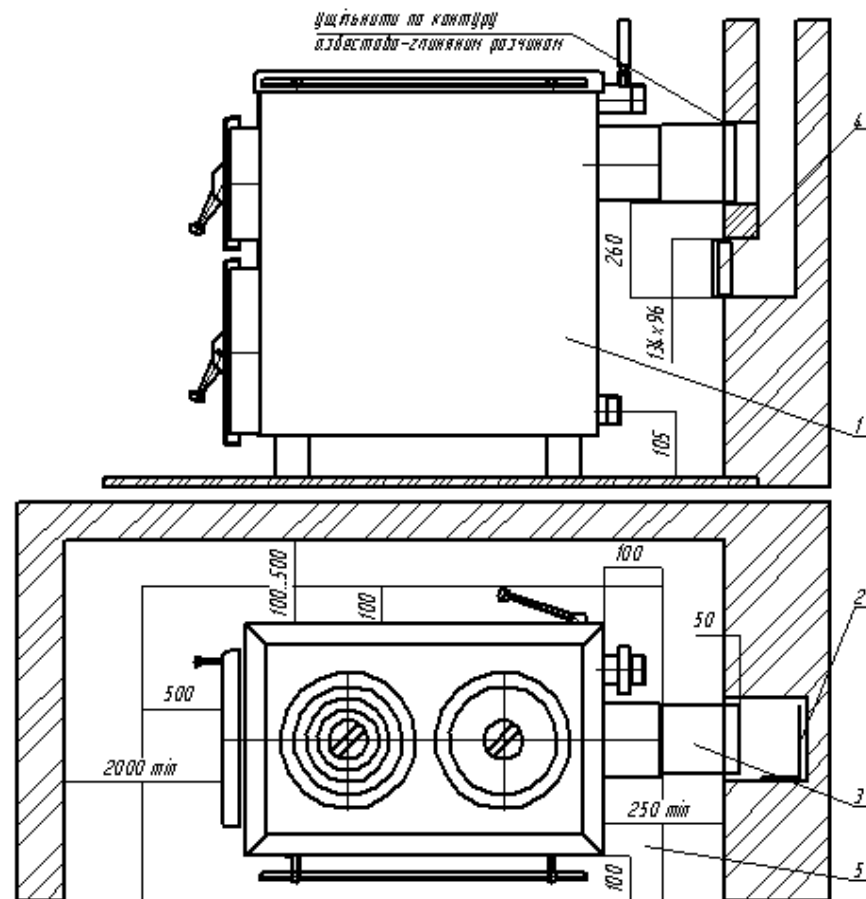

Рис. 2 Рекомендована схема установки апарата і приєднання до димової труби.
- рекомендовані розміри установки апарата згідно **рис. 2.**
2.2.2.1.5 Перед встановленням апарата на підлогу положити металевий лист згідно рис. 2.